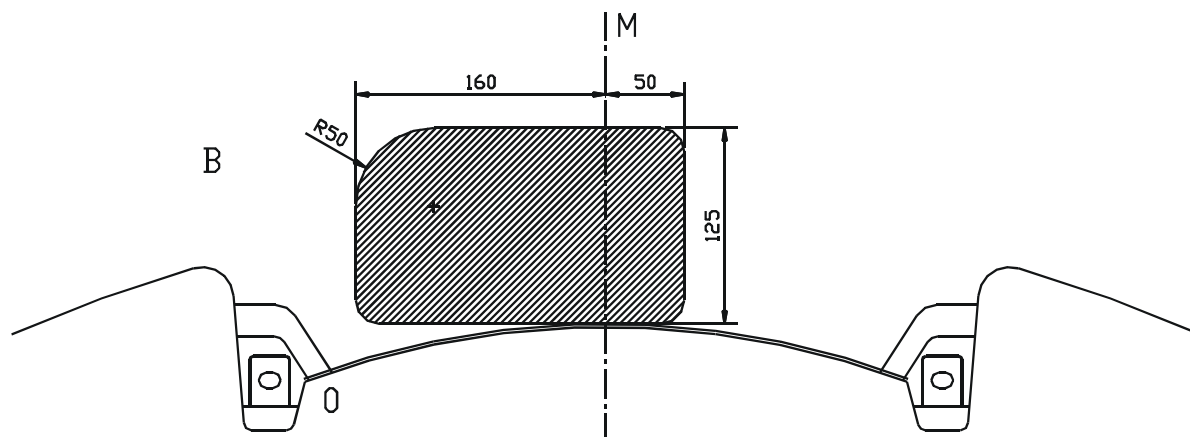

Fig. 1
2. Monteer de uitlaatophanging (2) rechts (*bij dubbele uitlaat moet ook uitlaatophanging (1) links gemonteerd worden*) op de bouten waar de stootbalk is bevestigd. Gebruik daarvoor de originele bouten.
3. Positioneer monterestuk (4) rechts in de chassisbalk tot de punten (A) passen met de voorziene boringen. Breng bouten en rondsels aan en schroef handvast.
4. Bevestig de trekhaak met de punten (B) aan de draagarm (ref.4), breng de bouten in en schroef handvast. Breng links de draagarm (3) in de chassisbalk tot de punten (A) passen met de voorziene boringen in de chassisbalk en met de punten (B) in de trekhaak. Breng de bouten in en schroef alles degelijk vast (zie aanhaalmomenten).
5. Maak in de onderzijde van de bumper een insnijding volgens fig.1 en monteer de bumper terug op het voertuig.
2. Monter la suspension d'échappement (2) à droite (*en cas d'échappement double, la suspension d'échappement (1) doit également être installée à gauche*) sur les écrous où le butoir est fixé. Utiliser pour cela les écrous originaux.
3. Positionner la pièce de montage (4) à droite dans la poutre de châssis jusqu'à ce que (A) soit adapté aux forages prévus.
4. Fixer l'attelage avec les points (B) au bras-porteur (4), insérer les boulons sans serrer. Placer le bras-porteur (3) dans la poutre du châssis jusque les points (A) s'adaptent aux forages prévus dans la poutre du châssis et avec les points (B) dans l'attelage. Insérer les boulons et bien bien fixer le tout (cfr. couples de serrage).
5. Faire une découpe dans le dessous du pare-chocs, selon la figure 1 et remonter le pare-chocs sur le véhicule.
2. Montieren Sie die Auspuffaufhängung (2) rechts (*bei einer doppelten Auspuffanlage muss auch die Auspuffaufhängung links (1) montiert werden*) auf die Bolzen, an denen der Stoßfänger befestigt ist. Verwenden Sie dazu die Originalbolzen.
3. Positionieren Sie das Montierstück (4) rechts auf den Chassisträger bis (A) mit den vorgegebenen Bohrungen übereinstimmt. Bringen Sie die Bolzen und Ritseln an und schrauben Sie alles handfest.
4. Die Anhängerkupplung mit den Punkten (B) an die Trägerarmen (4) befestigen, die Bolzen einbringen ohne anzuschrauben. Links, der Trägerarm (3) im Chassisbalken bringen bis Punkte (A) mit die vorhanden Bohrungen im Chassisbalken passen und mit den Punkten (B) in Anhängerkupplung. Die Bolzen einbringen und alles entsprechend der Drehmomentenvorgabe festziehen.
5. Machen Sie an der Unterseite der Stoßstange gemäß Abbildung 1 eine Einkerbung und montieren Sie die Stoßstange wieder am Fahrzeug.